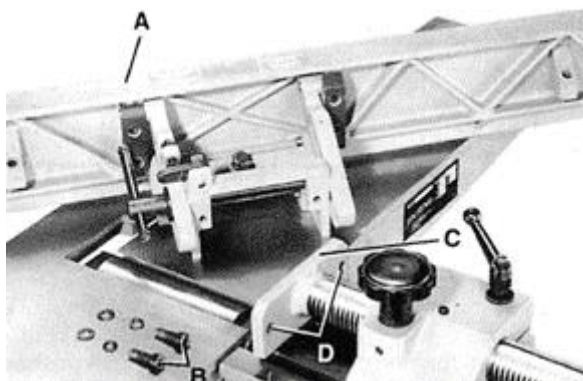

Рис. 13 Установка ограждения
Закрепите ограждение (А) – Рис. 13 на салазках (С) посредством отверстий (D) с помощью двух шестигранных винтов М8 х 25 мм, стопорных шайб и плоских шайб (В).